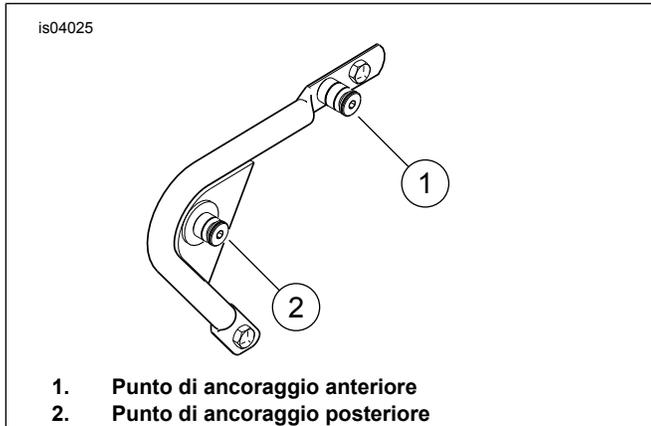
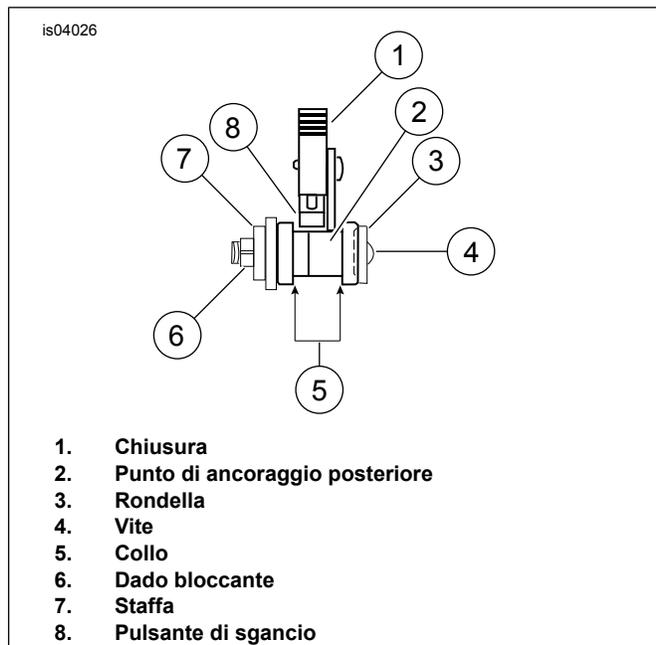

Figura 1. Staffa del punto di ancoraggio
Figura 2. Allineamento corretto della chiusura nel punto di ancoraggio posteriore destro (visto dal retro della motocicletta)
2. Vedere Figura 1 Mentre si è in piedi dietro la motocicletta, posizionare le tacche del portabagagli Tour-Pak anteriori nei punti di ancoraggio anteriori (1). Accertarsi che le tacche siano ben insediate nei punti di ancoraggio anteriori.
3. Vedere Figura 1 e Figura 2. Posizionare le chiusure sui punti di ancoraggio posteriori (2). Verificare che le chiusure si insedino nel collo dei punti di ancoraggio posteriori, come illustrato nella figura 2. A questo fine potrebbe essere necessario stringere o allargare leggermente il portabagagli.
Dopo avere installato il portabagagli del Tour-Pak, verificare che il Tour-Pak e il portabagagli siano fissati saldamente. I punti di ancoraggio anteriori e posteriori devono essere completamente inseriti. Vedere Figura 2 per l'inserimento corretto.